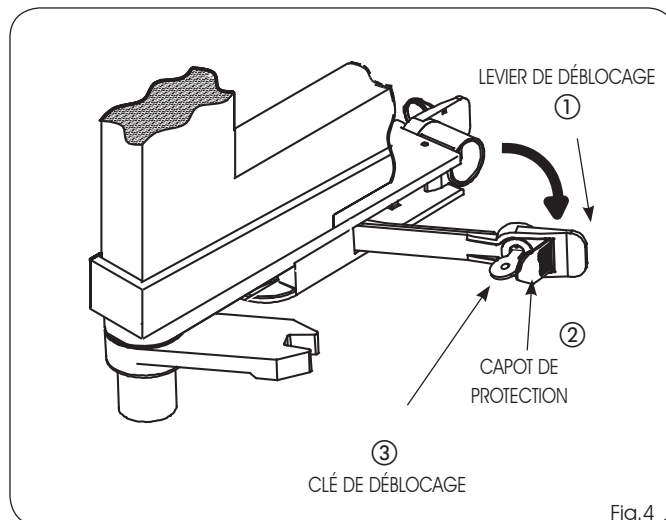

Fig.4
- 1) Ouvrir le capot de protection (Fig.4 réf. ②).
- 2) Introduire la clé de déblocage dans la serrure (Fig.4 réf. ③) et la faire tourner dans le sens des aiguilles d'une montre jusqu'à la butée.
- 3) Tirer le levier de déblocage vers soi (Fig.4 réf. ①).